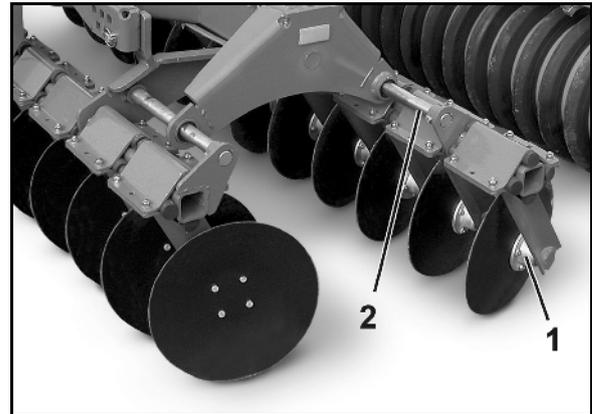

Fig. 9
Les disques galbés (Fig. 9/1) sont logés dans un roulement à billes incliné à deux rangs avec une garniture mécanique d'étanchéité et un remplissage d'huile, ils ne requièrent aucune maintenance.
- le décalage des deux rangées de disques en fonction de la profondeur et de la vitesse de travail par le biais de l'unité coulissante (Fig. 9/2).